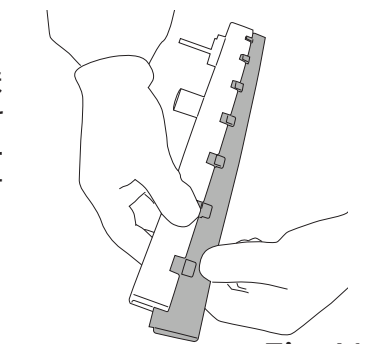

Fig.41
- ブレードを引き抜いて、アセンブリ全体を解放します (図41)。